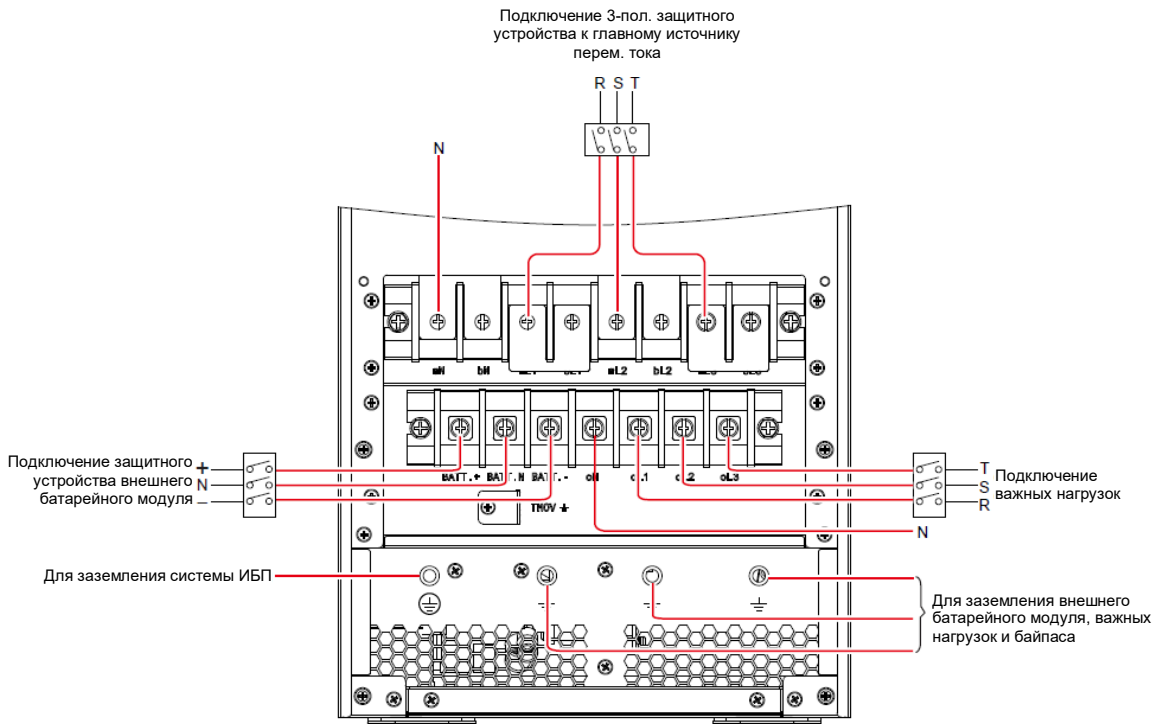

Рис. 5-8: Схема подключения одного ИБП 20/30/40 кВА к одной линии питания
- Подсоедините кабели сети переменного тока, внешнего батарейного блока и выходные кабели к клеммному блоку (см. **Рисунок 5-8**).